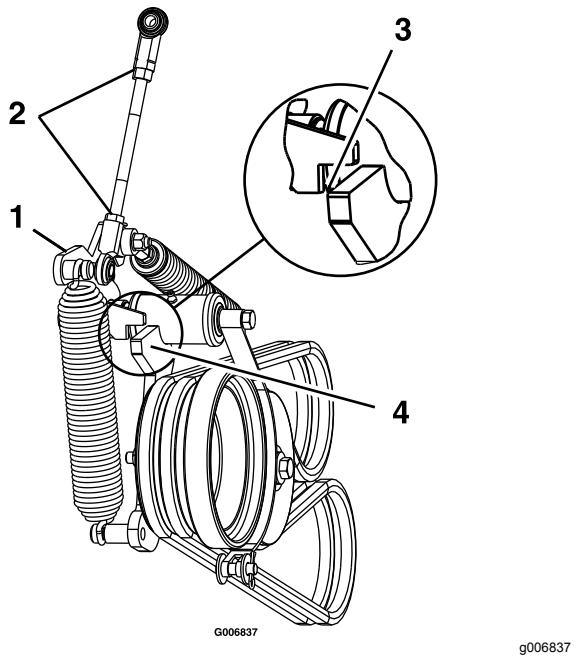

Figura 49
13. Afloje las contratuerca y ajuste el acoplamiento hasta que el extremo superior del brazo de la polea tensora esté alineado con el borde inferior de la muesca del brazo tensor, según se muestra en Figura 49.